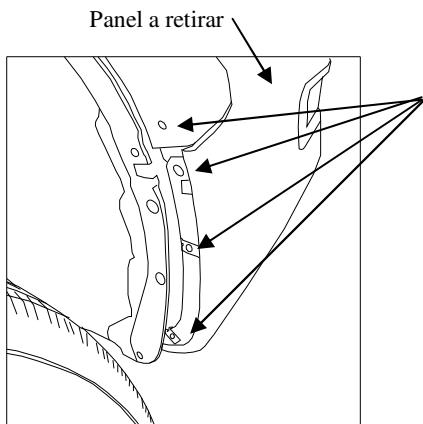

Figura 4
c. Retire 4 tornillos (cada lado) de la moldura del receptáculo plástico de la rueda. Ver Figura 4.